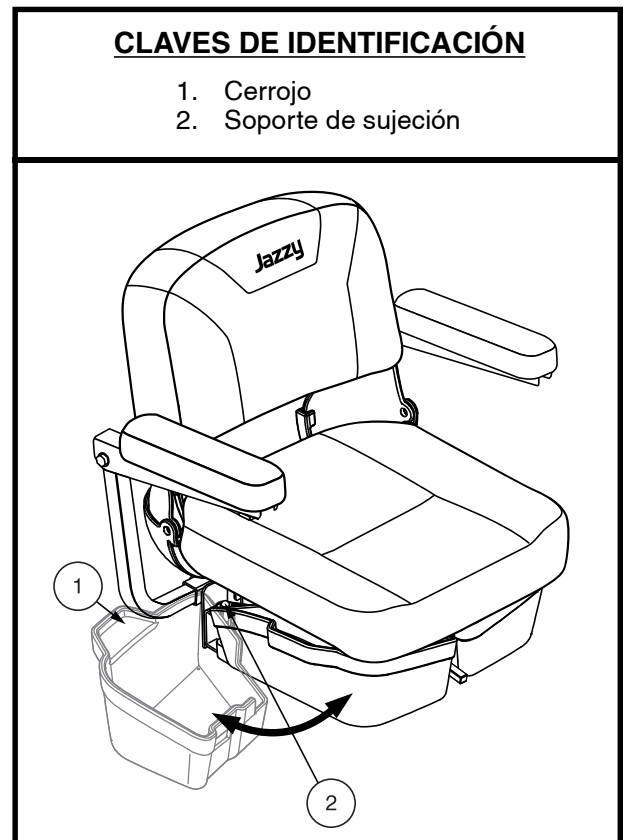

Figure 28. Almacenamiento debajo del asiento
1. Levante levemente el cerrojo en el costado del cubo de almacenamiento debajo del asiento (fig. 28) y gire el cubo de almacenamiento debajo del asiento hacia fuera de la Travel Scooter.
1. Levante levemente el cerrojo al costado del cubo de almacenamiento debajo del asiento (fig. 28) y gire el cubo de almacenamiento debajo del asiento hacia fuera de la Travel Scooter de viaje hasta que esté completamente abierto.
2. Si está equipado, retire el almacenamiento bajo del asiento (fig. 28).
7. Si está equipado, instale el almacenamiento bajo el asiento (fig. 28).